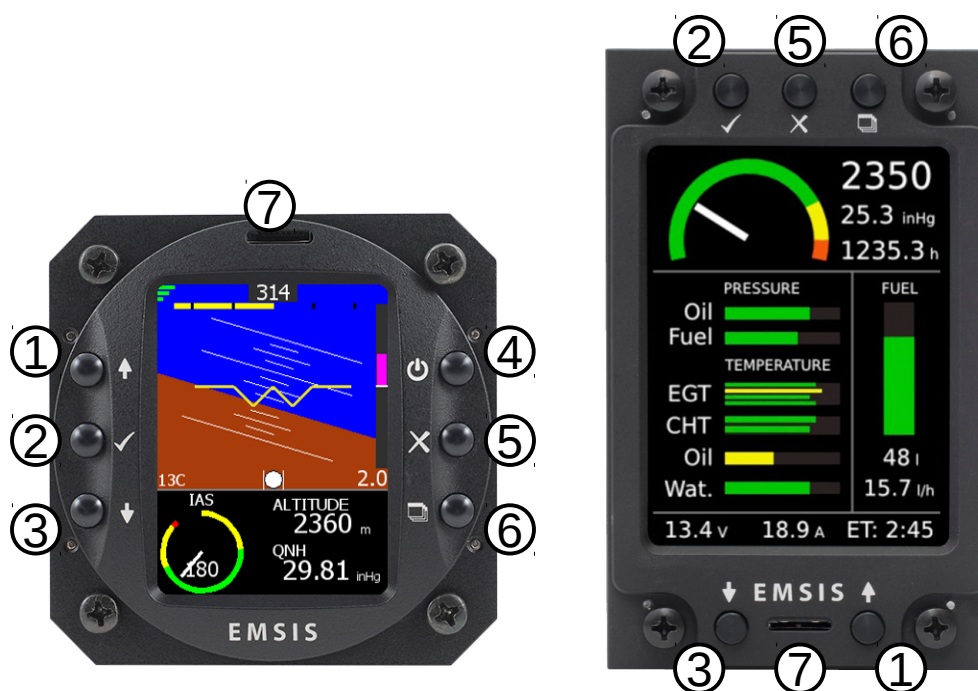

Figura 1: Organización del panel frontal EMSIS. EMSIS versión de 80 mm (izquierda)
El panel de comandos EMSIS se organiza según la Figura 1. Utiliza seis (en las versiones de 80 mm) o cinco (en las versiones de 3,5") pequeños botones para manipular la interfaz del usuario. Además, cuenta con ranura para tarjetas SD para software, mapas y actualizaciones de datos.
- Para abrir la ventana de la cantidad de combustible, hacer una pulsación larga en el botón selector de página (ver Figura 1, botón 6) . Esta ventana es accesible sólo cuando los sensores de nivel de combustible están conectados y por lo tanto el depósito de combustible puede utilizar el software.